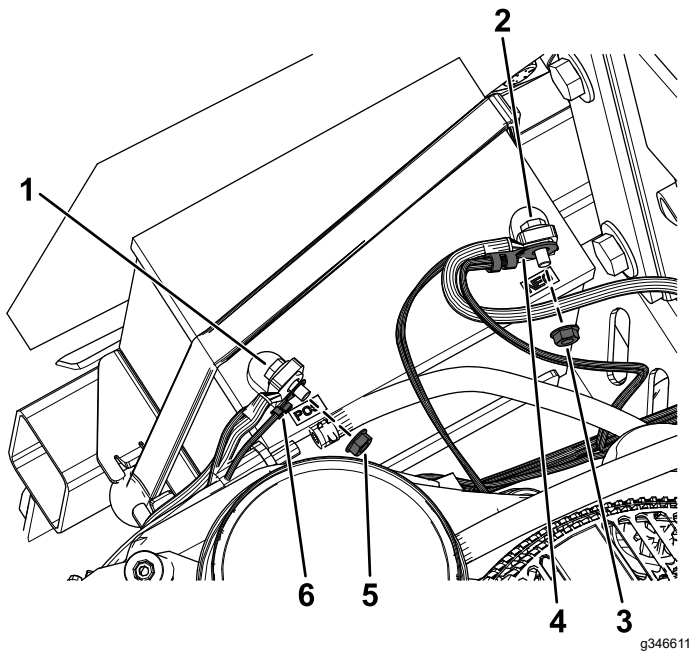

Figura 17
5. Retire a porca do terminal positivo da bateria e instale o aro do terminal positivo da cablagem do kit no parafuso (Figura 17).
6. Prenda o aro do terminal positivo utilizando a porca previamente removida (Figura 17).
8. Retire a porca do terminal negativo da bateria e instale o aro do terminal negativo da cablagem do kit no parafuso (Figura 17).
9. Prenda o aro do terminal negativo utilizando a porca previamente removida (Figura 17).